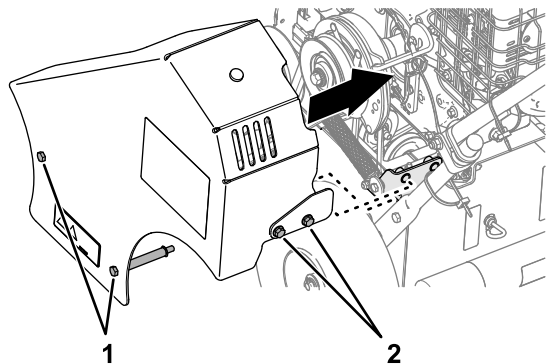

Figure 25
1. Alignez le protège-courroie, les vis et les boulons à embase sur les trous dans la plaque latérale du cadre et le support de ressort (Figure 25).
2. Fixez le protège-courroie sur la machine à l'aide des 2 vis et des 2 boulons à embase (Figure 25).